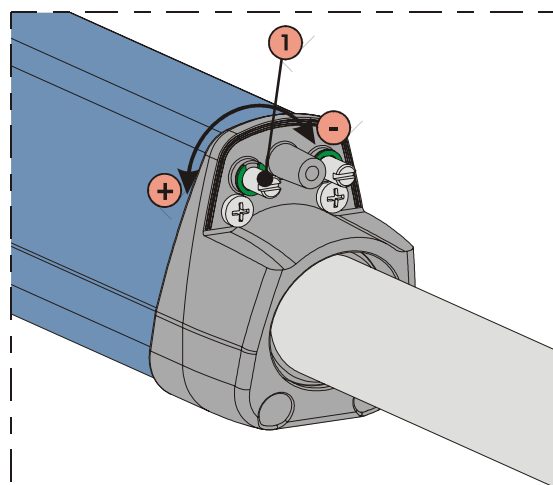

Abb. 21
- 3) Die Einstellung des **Endschalters beim Öffnen FCA** erfolgt durch die Einstellschraube, Abb.21 Bez.1: im Gegenuhrzeigersinn drehen, um den Hub des Schafts zu erhöhen, im Uhrzeigersinn, um den Hub zu verringern.